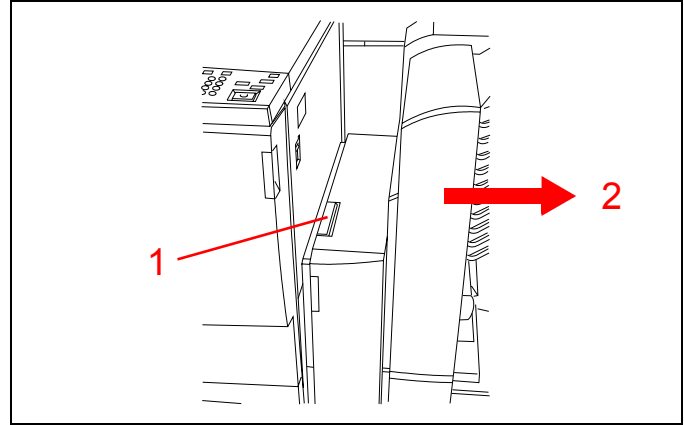

Figura 15
1. Consulte a Figura 15. Pressione o topo da alavanca de liberação do classificador/caixa postal em direção ao classificador/caixa postal.